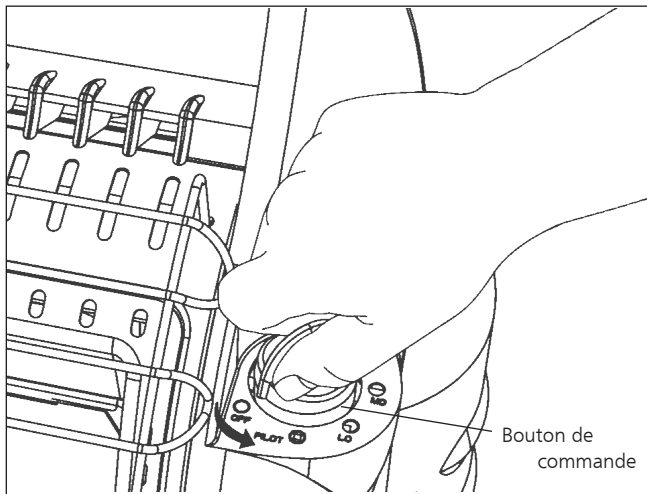

Figure 1
- Assurez-vous que le bouton de commande à quatre positions est à la position « OFF » (Arrêt); voir figure 1.
- Assurez-vous que le bouton de commande à cinq positions est en position « OFF » (Arrêt); voir figure 1, à gauche.